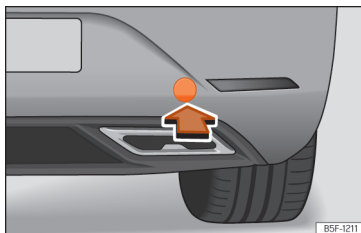

Fig. 219 No lado direito do para-choques traseiro: retirar a tampa.
»» Fig. 219.
- Pressione sobre a zona inferior da tampa »» Fig. 219 para desencaixá-la.